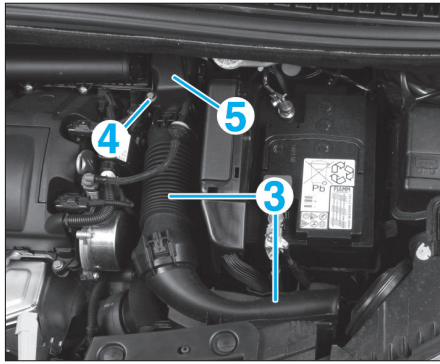

FIG. 39
- les canalisations d'entrée d'air (3) (Fig.39),
- la vis (4) de fixation du résonateur (5) puis le déposer.